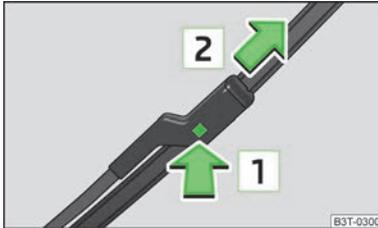

Abb. 48
- › Die Sicherung » Abb. 48 drücken, um das Wischerblatt zu entriegeln, und in Pfeilrichtung abziehen.